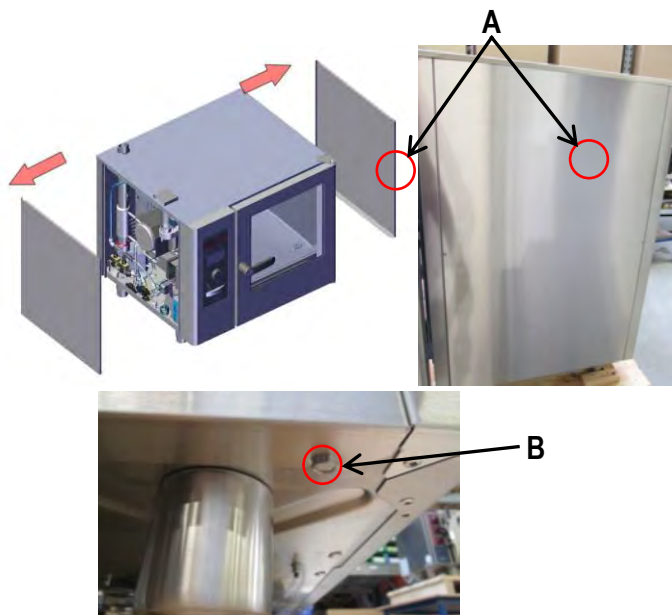

Fig. 48: Lossa skruvarna
4. Lossa skruvarna på höljets sidoplåtar på den nedre apparaten på sidan (A) samt skruvarna på underredet (B) (Fig. 48).